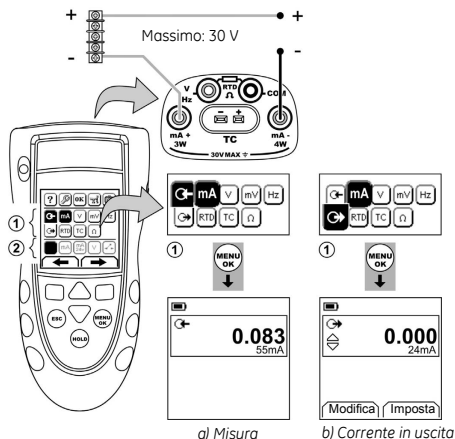

Figura 1: Esempio configurazione – per misurare/fornire corrente in mA con alimentazione esterna del loop (Area 1)
1. Collegare lo strumento (Figura 1 o 2 o 3) e, se necessario, modificarne il Setup (Tabella 1).